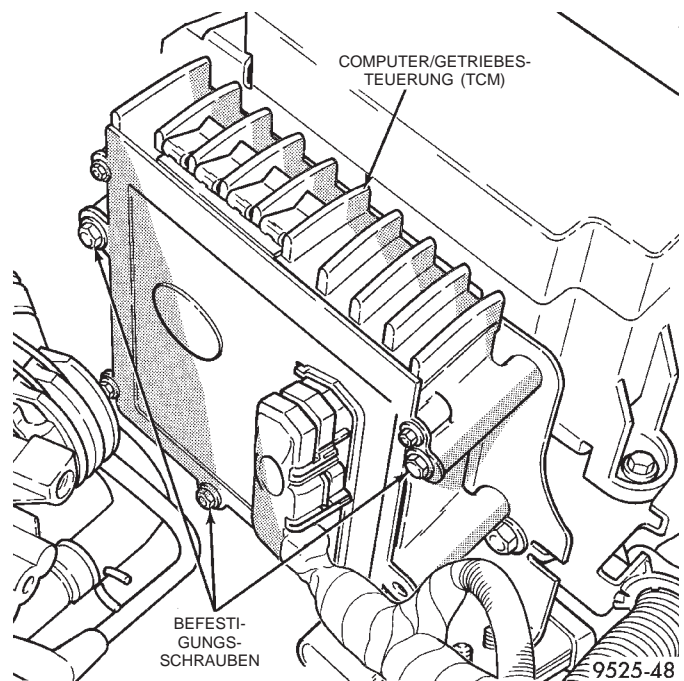
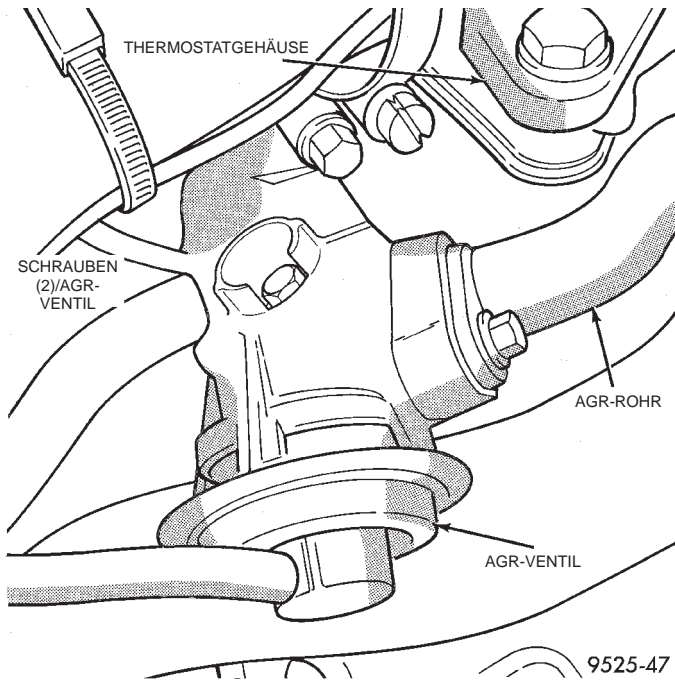

Abb. 8 Ausbau des Computers/Getriebesteuerung (TCM)
Abb. 9 Ausbau des AGR-Systems
(1) Den Unterdruck-Versorgungsschlauch vom Magnetventil abziehen.
(2) Den Steckverbinder vom Magnetventil abziehen.
(3) Die Schrauben herausdrehen, mit denen der Druckwandler an der Halterung montiert ist.
(4) Die Schrauben herausdrehen, mit denen der Computer/Getriebesteuerung (TCM) an der Halterung befestigt ist (Abb. 8). Den TCM nach oben schwenken, um die AGR-Schrauben freizulegen (Abb. 9).